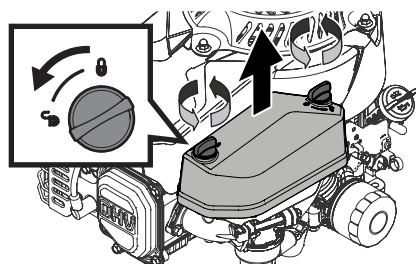

Figure 11
2. Retirez le couvercle du filtre à air (Figure 11).